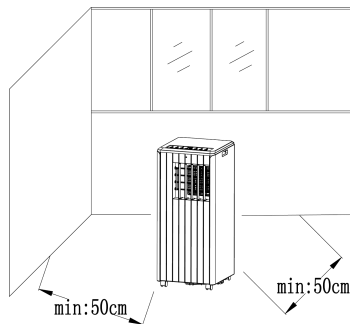

Abbildung 4
- 1) Stellen Sie das Gerät mit montiertem Wärmerohr und Armaturen vor das Fenster. Der Abstand zwischen Haupteinheit und Wänden oder anderen Gegenständen muss mindestens 50 cm betragen (wie in Abb.4 gezeigt).